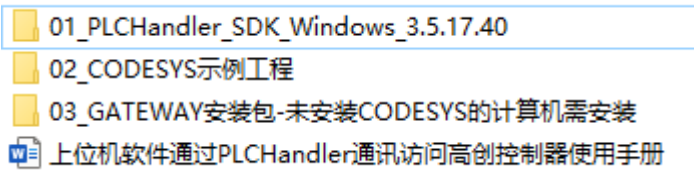

图 14-3 PLCHandler 开发包内容
(3) PLCHandler 开发包。为了降低使用难度，并提升开发效率，高创传动在 CODESYS 提供的内容基础上补充了内容，提供了开发包，开发包可以联系技术支持人员获取。开发包主要内容如下图 14-3 所示。